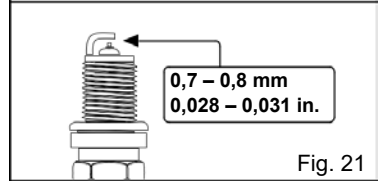

Fig. 21
6. Măsurați distanța dintre electrozi cu un calibru pentru bujii. Distanța trebuie să fie 0,7 – 0,8 mm (0,028 – 0,031 in) (Fig. 21). Reglați cu grijă distanța dacă este necesar.